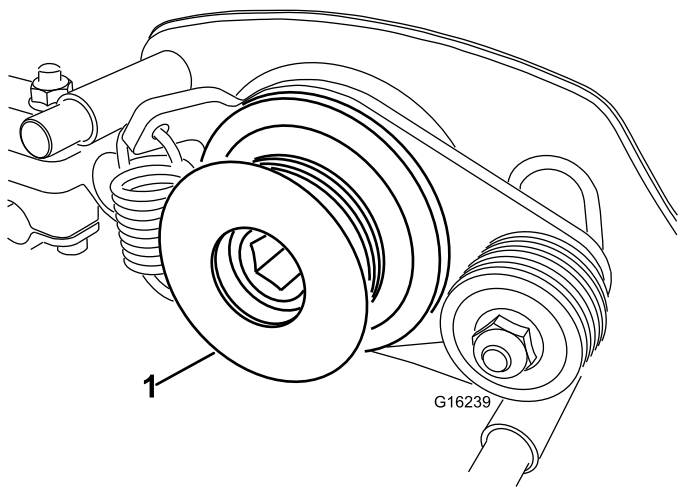

Bild 35
7. Entfernen Sie die angetriebene Groomerscheibe von der Spindelwelle (**Bild 35**).